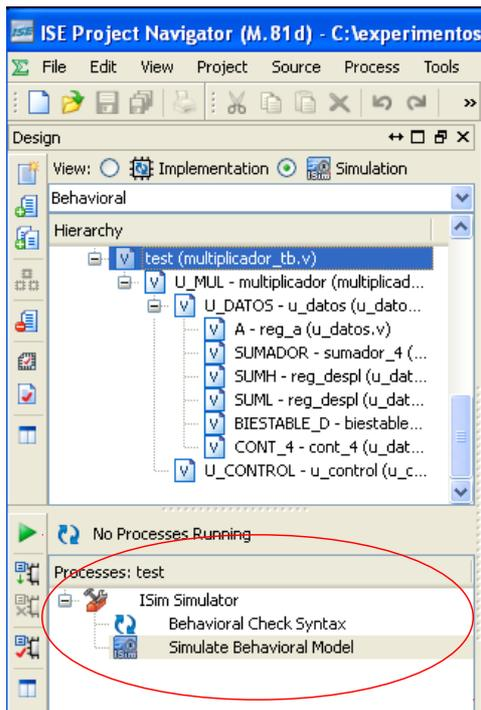

Figura 9. Simulación del tesbench.
4. Por último se va a realizar la simulación. Seleccione el testbench en el árbol de proyecto, es el módulo superior en el árbol de proyecto (ver figura 9), con el nombre *test* (*multiplicador_tb.v*).
- 4.1. Tras esta selección debe utilizar la entrada *Behavioural Check Syntax* para comprobar si hay errores en su código. Debe corregir todos los errores (ver indicación en la figura 9).